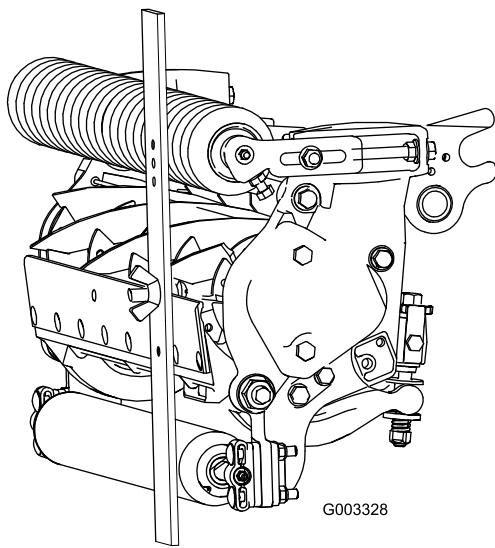

Figura 20
4. Prenda a cabeça do parafuso à extremidade cortante da lâmina de corte e apoie a extremidade traseira da barra no rolo traseiro (Figura 20).
5. Rode o parafuso de ajuste até que o rolo frontal entre em contacto com a barra indicadora (Figura 20).